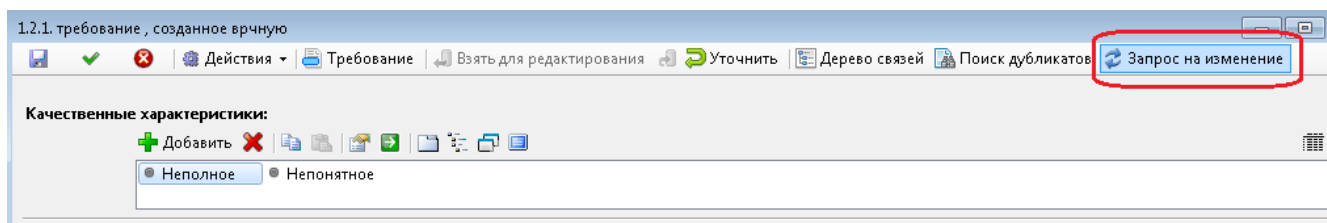

Рисунок 88 — Создание запроса на изменение
- использовать функцию «Запрос на изменение» контекстного меню или меню строки «Действий» (Рисунок 88).